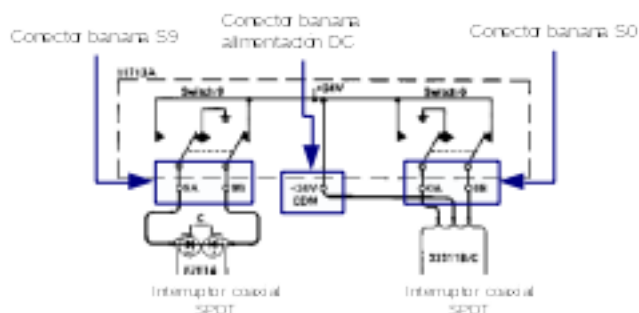

Figura 13: Diagrama interno generación de señales en un jack banana
Los conectores banana ubicados en el panel posterior en los equipos 11713 (10) están destinados al comando de interruptores electromecánicos coaxiales. Están dispuestos en parejas y etiquetados como A y B. En los modelos 11713A y 11713B existen dos pares de éstos (S0 y S9) y en el modelo 11713C posee cuatro pares con las etiquetas S0 y S9 (Bank1 y Bank2). En la figura 13 se muestra un diagrama del driver interno para estos puertos. Ambos jacks bananas, A y B, generan una señal de tipo binaria y trabajan de forma complementaria, esto significa que cuando un jack presenta la